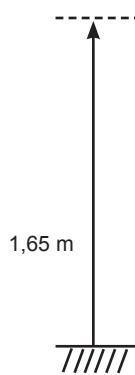

Fig. 1
- Installare a muro la scatola da incasso **D** ad una altezza di circa 1,65m dal bordo superiore della scatola al pavimento (fig. 1).
- Fit flush-mounted back box **D** to the wall, with the top edge at a height of approx. 1.65 m from the ground (fig. 1).
- Installer la boîte d'encastrement **D** à une hauteur d'environ 1,65 m du bord supérieur de la boîte au sol (fig. 1).
- Das UP-Gehäuse **D** auf einer Höhe von etwa 1,65 m über dem Boden ab der oberen Gehäusekante an der Wand installieren (Abb. 1).
- Monte en la pared la caja de empotrar **D** a una altura de aproximadamente 1,65 m desde el borde superior de la caja hasta el suelo (fig. 1).
- Instale na parede a caixa de embeber **D** a uma altura de cerca de 1,65m do rebordo superior da caixa ao pavimento (fig. 1).
- Installare a muro il telaio **C** unito alla scatola da esterno **P** ad una altezza di circa 1,65m dal bordo superiore dalla scatola al pavimento (fig. 1).
- Fit frame **C** to the wall, together with surface wall-mounted back box **P**, with the top edge at a height of approx. 1.65 m from the ground (fig. 1).
- Installer le châssis **C** au mur avec la boîte pour le montage en saillie **P** à une hauteur d'environ 1,65 m du bord supérieur de la boîte au sol (fig. 1).
- Den Rahmen **C** und das AP-Gehäuse **P** auf einer Höhe von etwa 1,65 m über dem Boden ab der oberen Gehäusekante an der Wand installieren (Abb. 1).
- Monte en la pared el bastidor **C** junto con la caja de superficie **P** a una altura de aproximadamente 1,65 m desde el borde superior de la caja hasta el suelo (fig. 1).